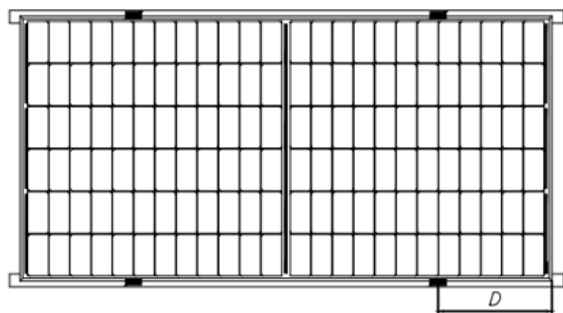
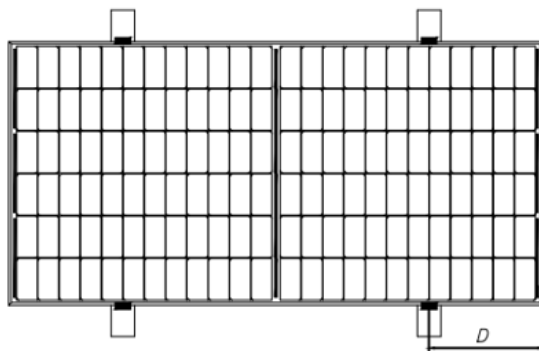
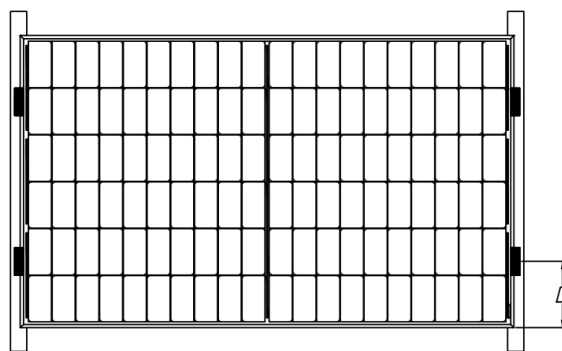
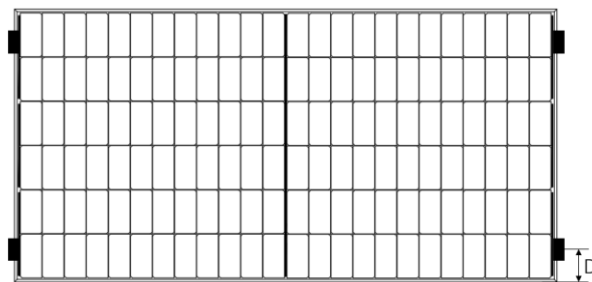

图 3 导轨重合长边框安装
图 4 导轨垂直长边框安装
图 5 导轨重合短边框安装
图 6 短边四点安装
双面光伏组件安装时，每个光伏组件必须使用至少 4 个压块进行固定，如图 3、图 4、图 5、图 6。
- ⑧ 对于图 3 所示的安装方式，组件 C 面与导轨的重叠部分应 $\geq 25\text{mm}$ 。如果使用不合适的夹具或不正确的安装方式，正泰新能有限质保将会无效。